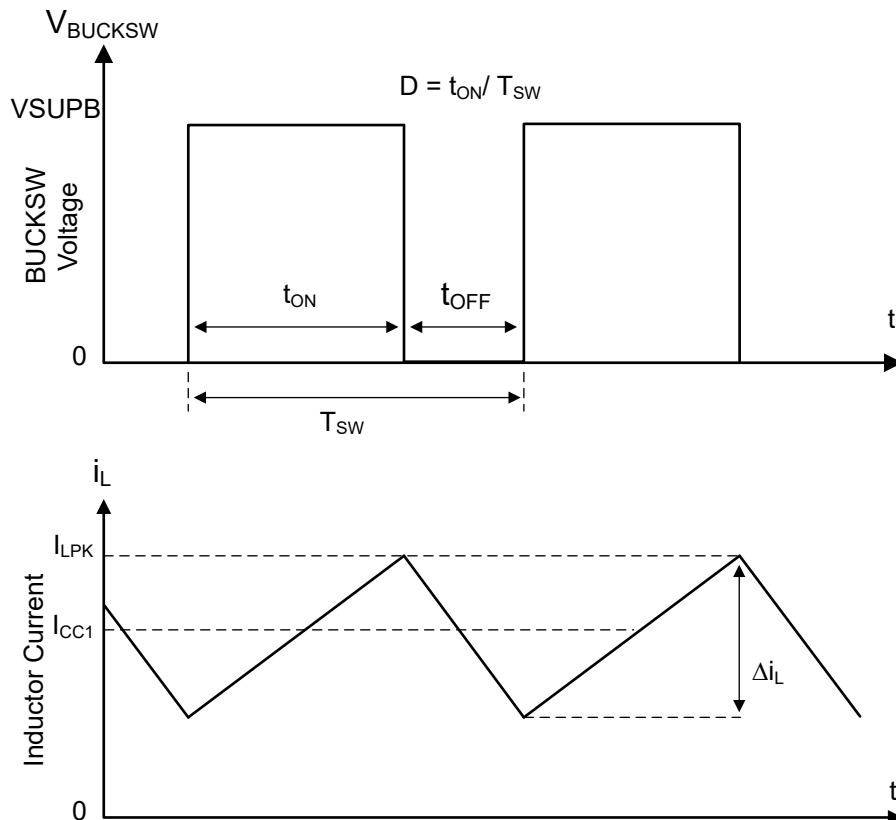

図 8-5. 連続電流モード (CCM) のスイッチング ノードの波形
TCAN245x-Q1 に統合された降圧レギュレータは、ハイサイド スイッチ (HS) とローサイド スイッチ (LS) を内蔵した同期式ステップダウン型の降圧コンバータです。レギュレータは、制御されたデューティ サイクルでハイサイドおよびローサイドの NMOS スイッチをオンにすることにより、出力電圧の安定化を実現します。図 8-5 を参照してください。ハイサイド スイッチのオン期間中、**BUCKSW** ピンの電圧はおよそ **VSUPB** まで振れ、インダクタ電流 i_L は $(VSUPB - V_{CC1}) / L$ の直線的な傾きで増加します。ハイサイド スイッチが制御ロジックによってオフにされると、貫通電流を防止するためのデッドタイム (t_D) の後でローサイド スイッチがオンになります。インダクタ電流は、ローサイド スイッチを通して $-V_{CC1}/L$ の割合で放電されます。降圧コンバータの制御パラメータはデューティサイクル $D = t_{ON} / T_{SW}$ と定義されます。ここで t_{ON} はハイサイド スイッチのオン時間、 T_{SW} はスイッチング周期です。コンバータ制御ループは、デューティ サイクル D を調整することにより、出力電圧を一定に維持します。損失を無視できるような降圧コンバータでは、次の式のように、 D は出力電圧に比例し、入力電圧に反比例します: $D = V_{CC1}/VSUPB$ 。